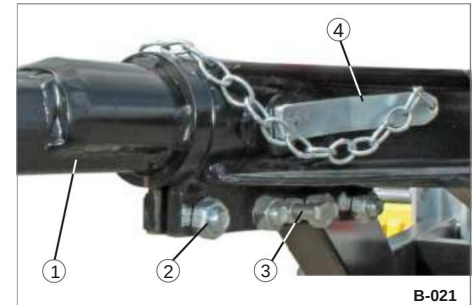

Bild 34 Justeringsrör fäst
Expansionsskruven (Bild 34/3) och
• Skjut in/ut justeringsröret (bild 34/1)
med låsmuttern (bild 34/3).